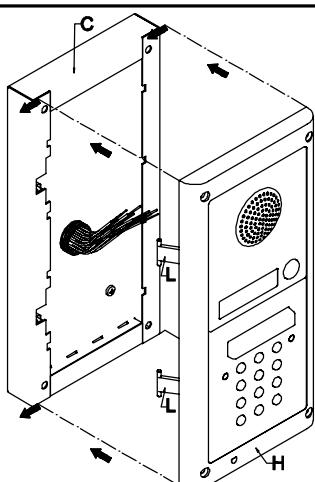
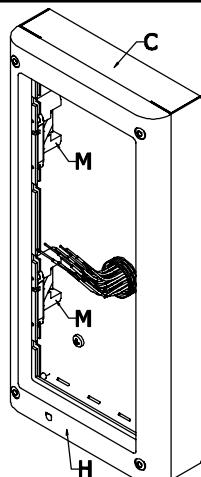

Fig.4
Fig.5
- As shown in figure 4, hook the module support frame **H** (complete with modules) to the surface box **C** moving the frame as suggested from pointers. Ensure that the pivots **L** (fig.4) go inside the relevant housing **M** as shown in figure 5.
- Come mostrato in figura 4, agganciare il supporto moduli **H** (completo di moduli) alla scatola da superficie **C**, muovendolo come suggerito dalle frecce. Fare attenzione che i perni **L** (fig.4) si inseriscano nel relativo alloggiamento **M** come mostrato in figura 5;